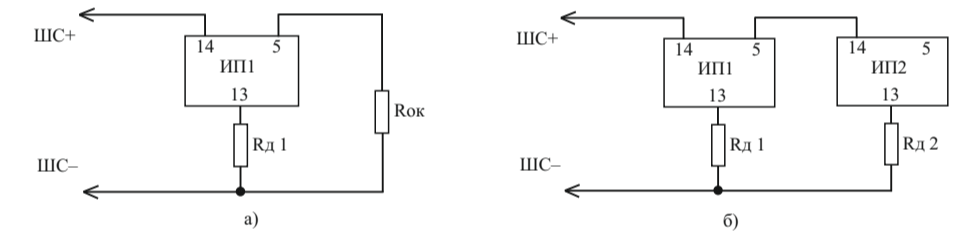

Рисунок 3
4.2.2 Дымовой тип шлейфа для подключения линейных извещателей (тип 1) с контролем короткого замыкания и обрыва приведен на рисунке 3: схема подключения одного извещателя – рисунок 3а, двух – рисунок 3б.